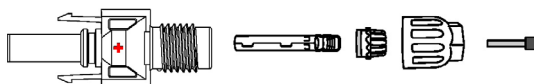

Fig. 23. Démontage du connecteur.
- c. Démonter le connecteur du sac d'accessoires comme illustré sur la Fig. 23.